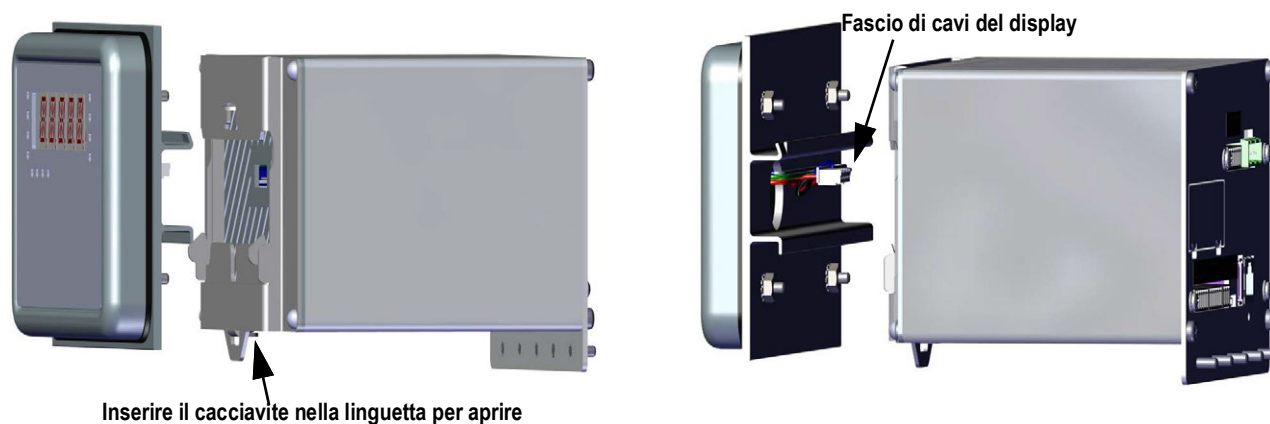

Figura 2-4. Installazione del gruppo controller
6. Agganciare il gruppo controller sulla guida DIN come illustrato nella Figura 2-4.